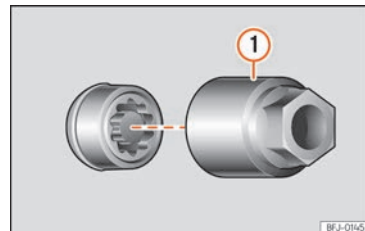

Abb. 44 Diebstahlhemmende Radschraube mit Abdeckkappe und Adapter
- Schieben Sie den Spezialadapter »» **Abb. 44** ① [Bordwerkzeug »» Seite 44] bis zum Anschlag in die diebstahlhemmende Radschraube. »»